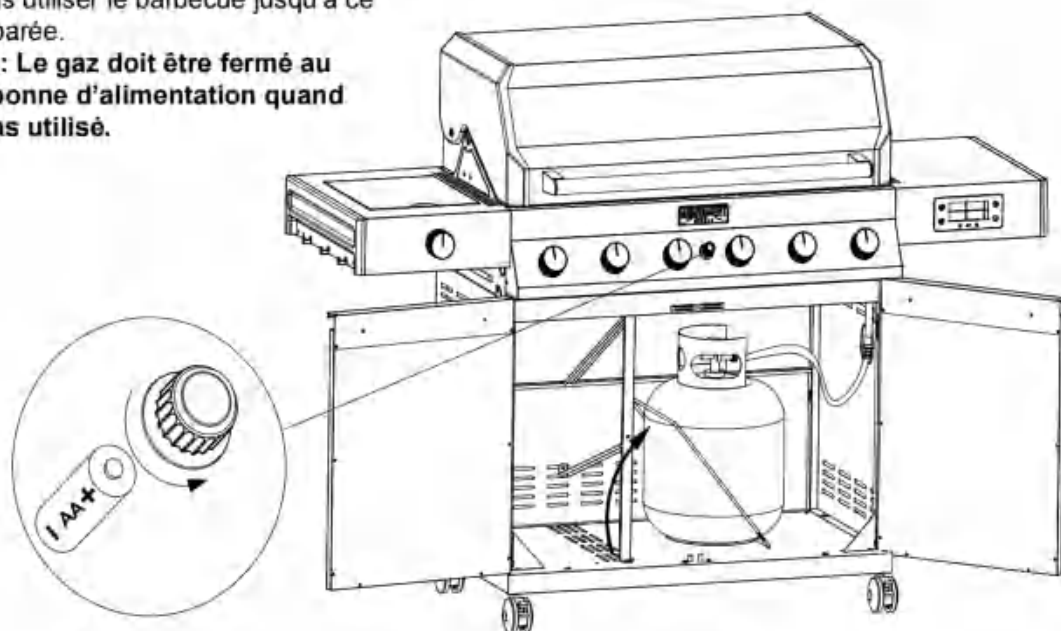

Figure 26
1. Enlever la vis sur le boulon de la bonbonne et ôter la rondelle. Insérer le boulon de la bonbonne depuis l'arrière du barbecue et réinstaller la rondelle et la vis. Depuis l'arrière du chariot, installer l'anneau du pied de la bonbonne de 9 kg (21 lb) dans le trou du panneau inférieur. Vérifier que la soupape de la bonbonne est sur la position d'arrêt. Utiliser le boulon de la bonbonne pour retenir la bonbonne dans une position fixe (Fig. 26).